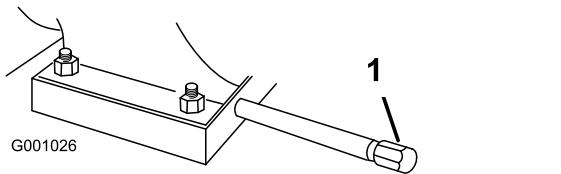

Figure 30
- Nettoyez la surface autour de l'écrou de vidange d'huile (Figure 30).